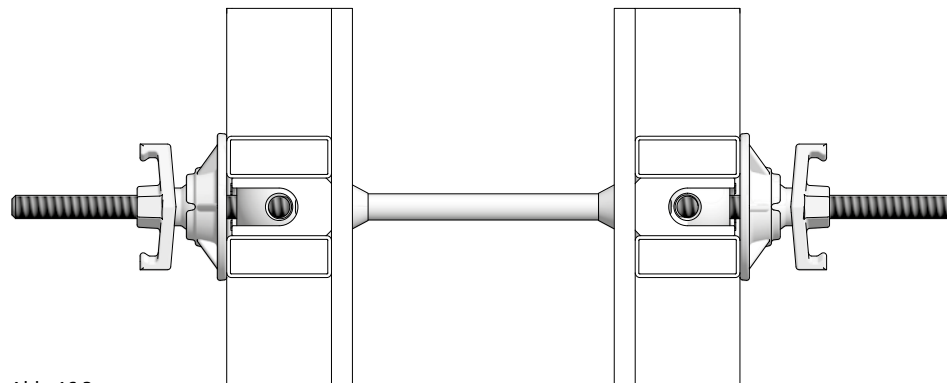

Abb. 16.3
- Zweiseitige Ankerung mit Ankerstab DW und Rillenrohr (Abb. 16.3)